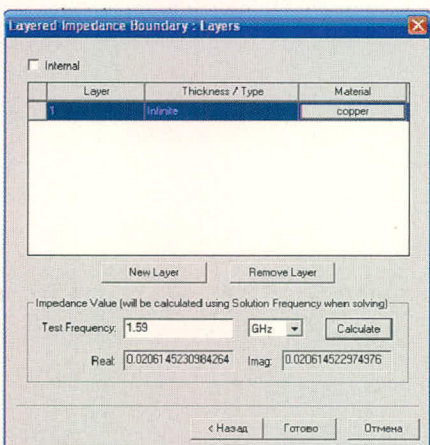

Рис. 2. Окно Layered Impedance Boundary
- модель металла в виде слоистой структуры с конечной проводимостью (окно *Layered Impedance Boundary*, см. рис. 2);
Было обнаружено, что на частоте 1,59 ГГц теория скин-эффекта даёт значение поверхностного импеданса, равное $0,01(1 + j)$, которое почти в два раза отличается от значения поверхностного импеданса, вычисляемого программой HFSS для слоистой модели металла, если берётся бесконечно тонкий проводник (см. рис. 2). Возможно, указанное расхождение связано с некорректным использованием данной модели для описания бесконечно тонких проводников. По этой причине от слоистой модели металла пришлось отказаться.